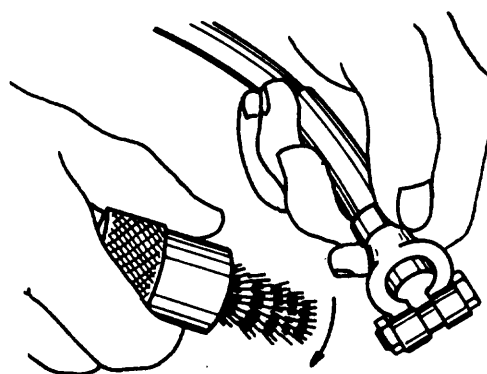

Fig. 3
- b Lave los terminales con agua y bicarbonato de sodio, cepíllelos (fig.3) y, si es necesario, límelos.